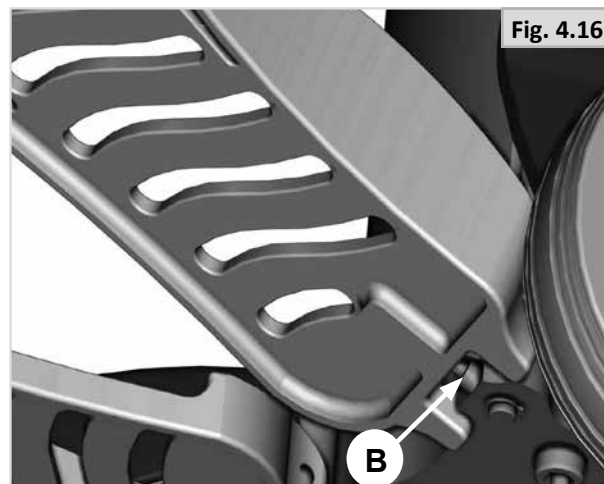

Fig. 4.16
- Klap de voetplaat omhoog zodat u bij de schroef kunt komen waarmee de hoek kan worden gesteld (B-Fig. 4.16).
- 4 bouten (A) los te draaien
- Schroef B (Fig. 4.16) te draaien om de hoogte van de voetplaat aan te passen.
- 4 bouten (A) aan te draaien